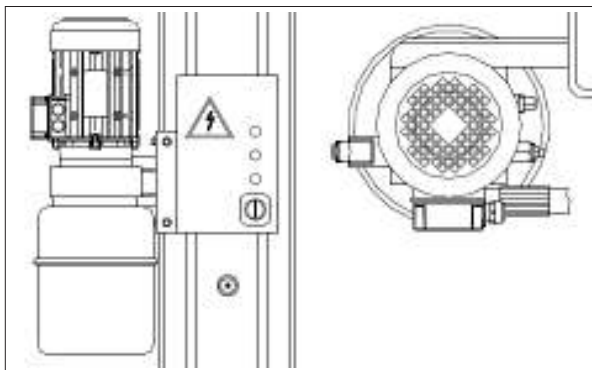

Fig.37 Abb.37
1. Fissare supporto centralina alla colonna motore e installare la centralina su tale supporto (fig.37).
1. Install the pump on the hock board according to Fig.37 and fix it on the bottom of main column.
1. Fixer le support du groupe à la colonne du moteur et installer le groupe sur ce support (Fig. 37).
1. Fijar el soporte de la centralita a la columna motor e instalar la centralita en ese soporte (fig. 37).